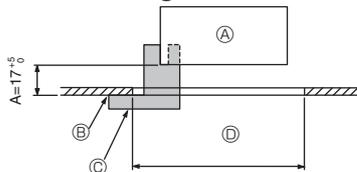

Fig. 9-2
①	Dimensiones de la rejilla	1	950 × 950 (mm)
②	Calibre de instalación	1	(Dividido en 4 partes)
③	Tornillo (4 × 16)	1	para PLP-6EAE, PLP-6EALME, PLP-6EALME
④	Panel angular del i-see sensor	1	para PLP-6EAE, PLP-6EALME, PLP-6EALME
⑤	Controlador remoto inalámbrico	1	para PLP-6EALM, PLP-6EALME
⑥	Soporte del controlador remoto	1	Se incluye si la unidad dispone del mando a distancia inalámbrico.
⑦	Pilas LR6 AA	2	Se incluye si la unidad dispone del mando a distancia inalámbrico.
⑧	Tornillos roscados de 3,5 × 16	2	Se incluye si la unidad dispone del mando a distancia inalámbrico.
9.2. Preparación para conectar la rejilla (Fig. 9-2)